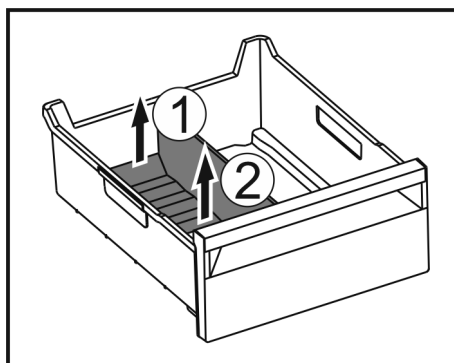

Fig. 138
- Zdvihnite zadnú časť oddelovača zásuvky na ľad. Fig. 138 (1)
- Odoberte oddelovač zásuvky na ľad nahor. Fig. 138 (2)